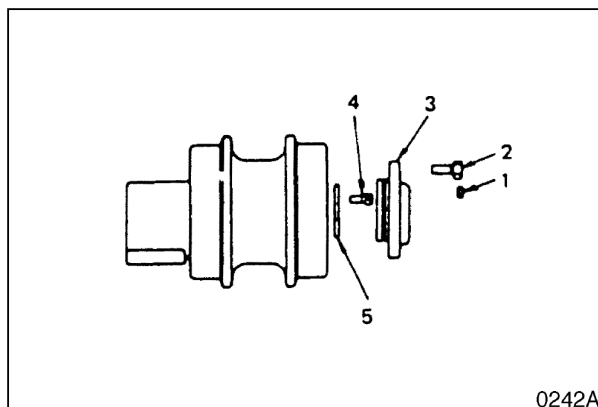

Рис. 42
2. Снимите болты и крышку (3, рис. 42). Отделите болты (4) и шайбу (5).